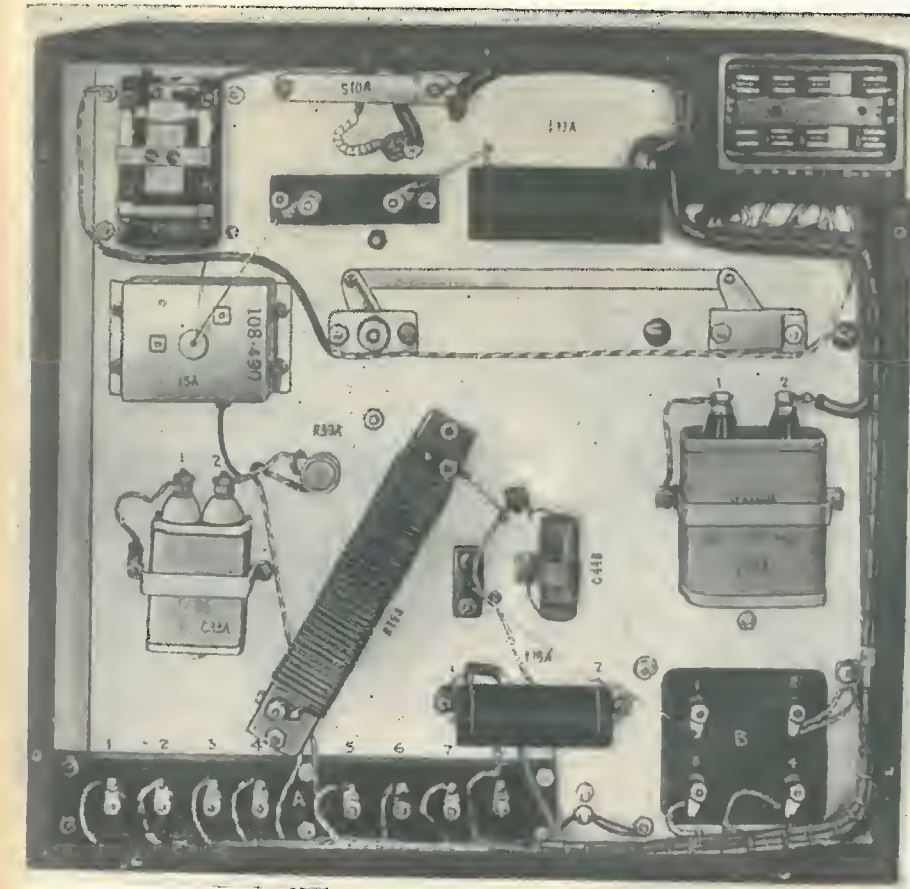

Fig. 15. - Vista posteriore del trasmettitore e punti di misura per l'analisi delle resistenze.
62. La misura delle resistenze va eseguita secondo la tabella appresso con uno strumento di resistenza interna 5000 ohm/volt. La fig. 15 indica la posizione delle resistenze ed i punti di misura.